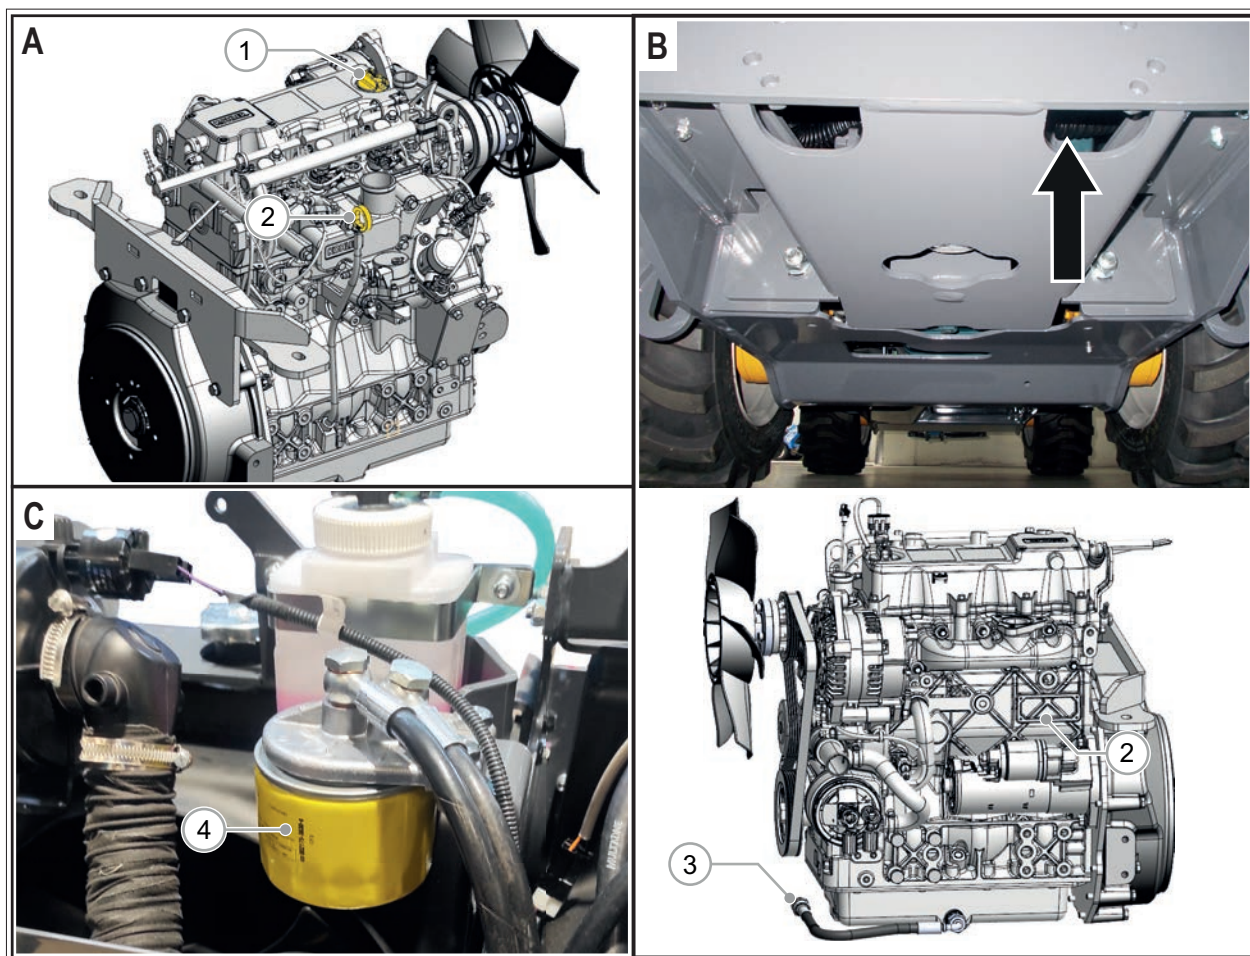

РИС. 59
- 4) Удалите крышку масляного фильтра (РИС. 59 - Сс. 1) и масляный щуп (РИС. 59 - Сс. 2).
- 5) Снимите сливную пробку (РИС. 59 - Сс. 3) в нижней части двигателя, и слейте все старое масло. Сливать масло будет проще, если оно тёплое. После слива всего масла установите сливную пробку на место. (РИС. 59 - Сс. 3).
- 6) Открутите старый картридж фильтра (РИС. 59 - Сс. 4) с помощью ключа для фильтра.
- 10) Извлеките масляный щуп (РИС. 59 - Сс. 2) для проверки уровня. Долейте жидкость до отметки **МАКС.** Не превышайте отметку **МАКС.** на щупе.
- 11) После завершения полностью установите на место масляный щуп (РИС. 59 - Сс. 2) и затяните крышку маслозаливной горловины (РИС. 59 - Сс. 1).